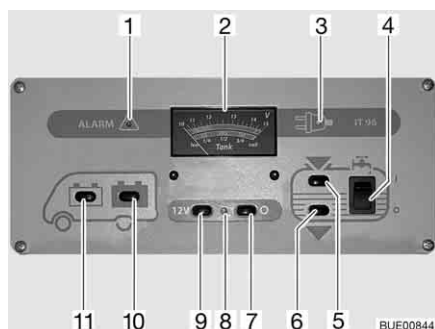

Fig. 87 Pannello di controllo IT 96-2
L'interruttore principale a 12 V (Fig. 87,7 e 9) inserisce o disinserisce il pannello di controllo e l'alimentazione a 12 V dell'abitacolo.
Accensione: ■ Premere l'interruttore (Fig. 87,9) "12 V": L'alimentazione a 12 V dell'abitacolo è inserita. La spia di controllo (Fig. 87,8) diventa verde.
Spegnimento: ■ Premere l'interruttore (Fig. 87,7) "O": L'alimentazione a 12 V dell'abitacolo è disinserita. La spia di controllo (Fig. 87,8) si spegne.
Per l'indicatore volt/serbatoio (Fig. 87,2) leggere la scala superiore. L'indicatore si illumina automaticamente appena viene premuto un interruttore.
- Premere l'interruttore (Fig. 87,11) "☰": Viene indicata la tensione della batteria di avviamento.
- Premere l'interruttore (Fig. 87,10) "☷": Viene indicata la tensione della batteria dell'abitacolo.
Per l'indicatore volt/serbatoio (Fig. 87,2) leggere la scala inferiore. L'indicatore si illumina automaticamente appena viene premuto un interruttore.
- Premere l'interruttore (Fig. 87,5) "": Viene indicato il livello del serbatoio dell'acqua.
- Premere l'interruttore (Fig. 87,6) "": Viene indicato il livello del serbatoio delle acque grigie.
- Premere in alto l'interruttore a bilico (Fig. 87,4) "I": L'alimentazione idrica è accesa.
- Premere l'interruttore a bilico in basso (Fig. 87,4) "O": L'alimentazione idrica è spenta.
La spia luminosa rossa "ALARM" (Fig. 87,1) inizia a lampeggiare non appena la tensione della batteria dell'abitacolo scende al di sotto di 11 V (misurazione durante il normale esercizio) con conseguente rischio che la batteria si scarichi troppo.
La spia di controllo a 12 V (Fig. 87,8) si accende non appena l'interruttore principale a 12 V (Fig. 87,9) viene inserito.
La spia gialla di controllo a 230 V (Fig. 87,3) si accende quando all'ingresso della centralina elettrica è presente una tensione di rete.